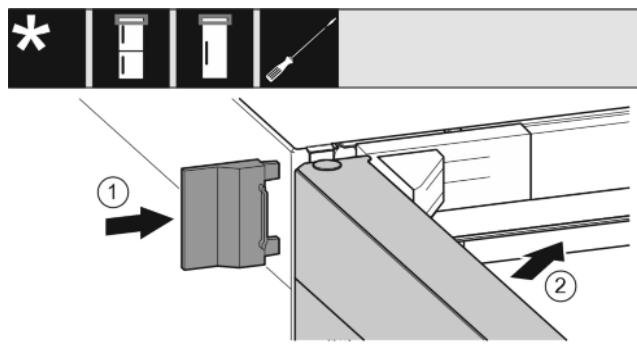

Fig. 19
- ▶ Надвиньте внешнюю крышку. Fig. 19 (1)
- ▶ Закройте верхнюю дверь. Fig. 19 (2)